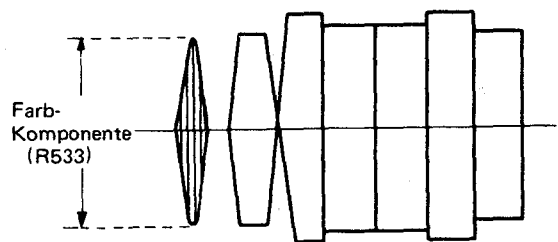

Abbildung 97.
2. Die Ausgabe des TP-503 auf einem Oszilloskop (interne Auslösung) beobachten und den R533 (Mischer-Kontrolle) so einstellen, daß die resultierende Farb-Komponente minimal ist, wie in Abb. 97 gezeigt.